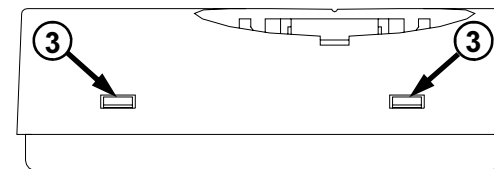

Fig. 4
1. Remover a calota plástica deslocando-a para dentro com a ajuda de um utensílio: os dois dentes plásticos (3) posicionados ao lado direito, (Fig. 4).
- Rimuovere la calotta plastica spostando verso l'interno, con l'aiuto di un utensile, i due dentini plastici (3) posti **sul fianco destro**, (Fig. 4).
- Remove plastic cover by moving to the inner side, through the use of a tool, the two plastic teeth (3) located **on the right side** of the thermostat, (Fig. 4).